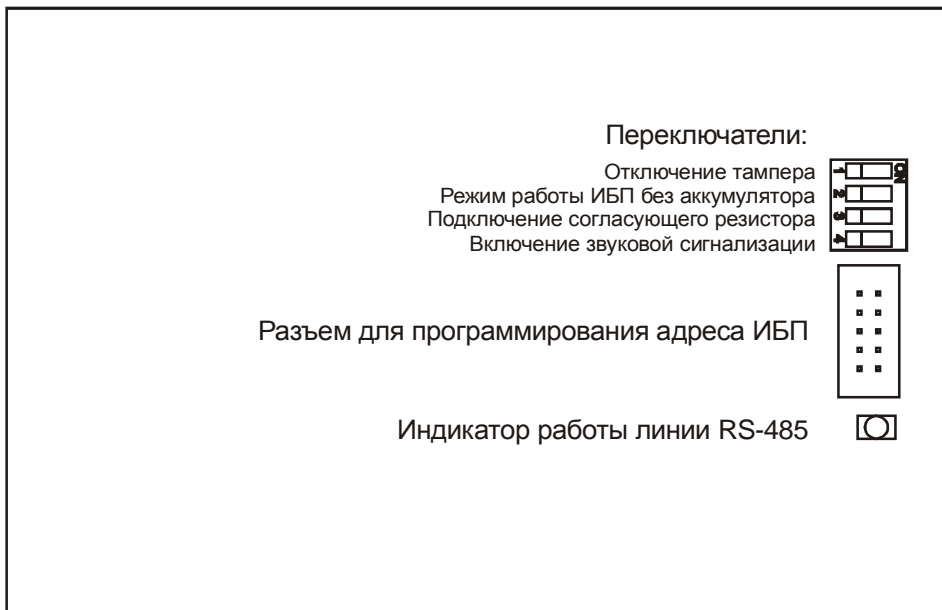

Рис. 6 Внешний вид платы контроллера состояний
4.5 Внутри корпуса на двери размещена плата контроллера состояний (Рис. 6).